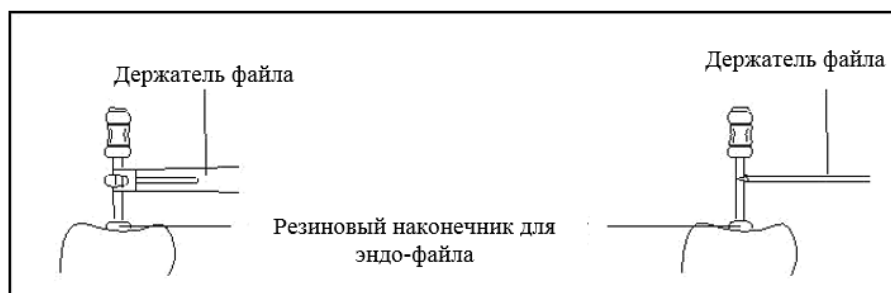

Рисунок 26
- 4.6.6 Когда эндо-файл приближается к вершине апикального отверстия, установите резиновый наконечник на эндо-файле до опорной точки (край разреза или край углубления), затем достаньте эндо-файл, измерьте длину между верхней частью эндо-файла и резиновой частью. Это расстояние – рабочая глубина зуба. Эндо-файл можно использовать с контактным зондом вместо держателя файла для удобства измерения вершин апикальных отверстий задних зубов (см. Рисунок 26)